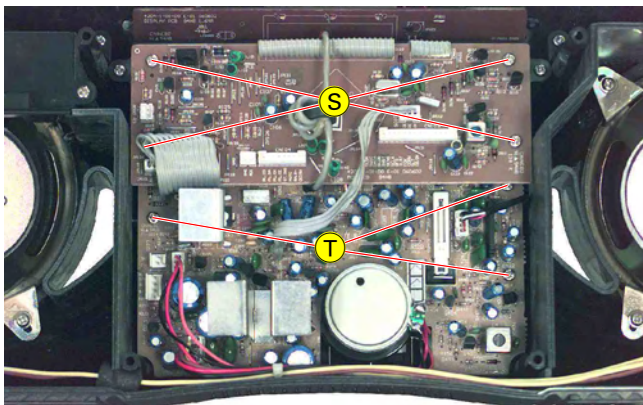

Fig. 12
- 4 Schrauben \textcircled{S} (Fig. 12) herausdrehen.
- 3 Schrauben \textcircled{T} (Fig. 12) herausdrehen.
- Undo 4 screws \textcircled{S} (Fig. 12).
- Undo 4 screws \textcircled{T} (Fig. 12).